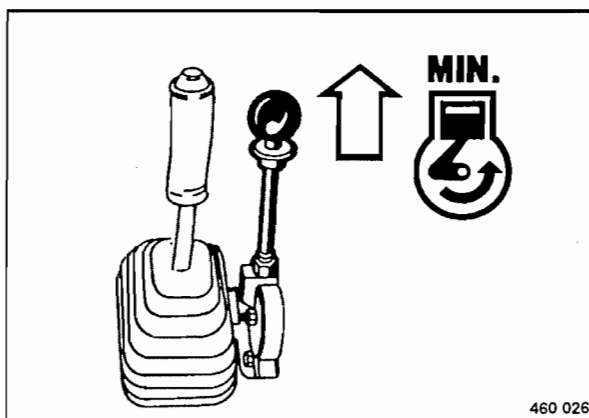

Fig. 64
- Tirar el disco de trinquete y volver a colocar la palanca reguladora de revoluciones (Fig. 64) en posición "MIN".